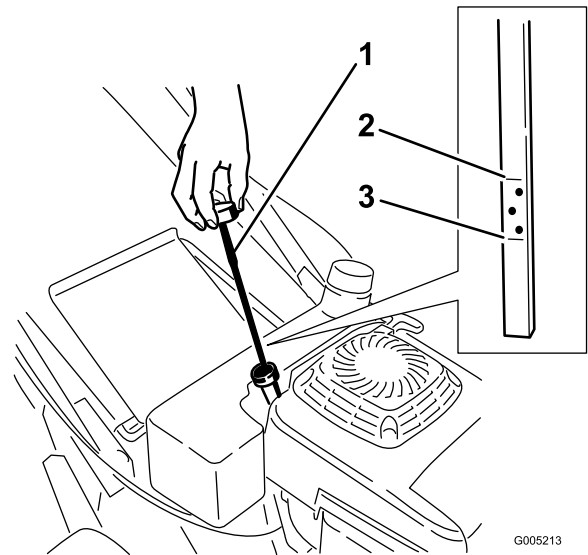

Figura 8
Antes de cada uso, compruebe que el nivel de aceite está entre las marcas Añadir y Lleno de la varilla (Figura 8).
2. Limpie alrededor de la varilla (Figura 8).
6. Retire la varilla y compruebe el nivel de aceite en la misma (Figura 8).